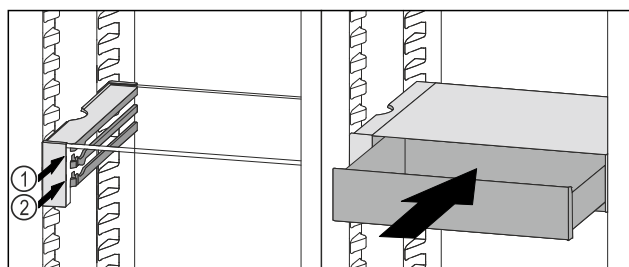

Fig. 113
- ▶ Założyć szufladę VarioSafe za stoperami na wybranych żebrowaniach Fig. 113 (1) lub Fig. 113 (2).